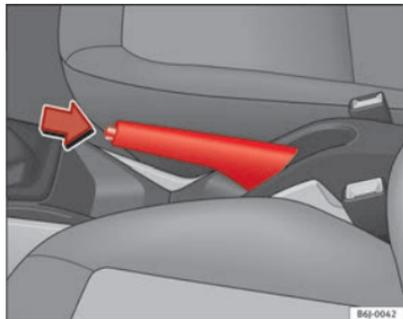

Fig. 118 Freno de mano entre los asientos delanteros
- Tire con fuerza de la palanca del freno de mano hacia arriba ⇒ fig. 118.
- Tire ligeramente de la palanca hacia arriba, presione el botón de desbloqueo en la dirección de la flecha ⇒ fig. 118 y baje completamente la palanca ⇒ ⚠️.